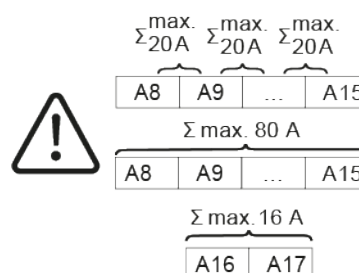

Figure 3: Courants cumulés
- Prendre l'intensité maximale admissible des sorties de charge en compte (voir figure 3).